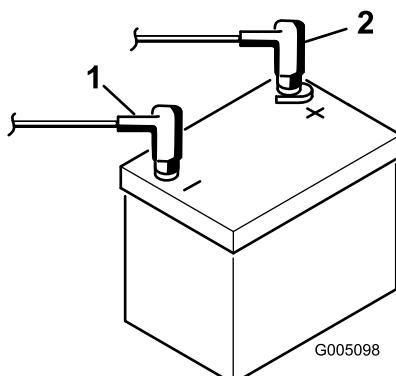

Figura 8
8. Instale o cabo positivo (vermelho) no terminal positivo (+) e o cabo negativo (preto) no terminal negativo (-) da bateria e fixe-os com os parafusos e as porcas (Figura 8). Coloque a protecção de borracha sobre o terminal positivo para evitar um curto-círcito.